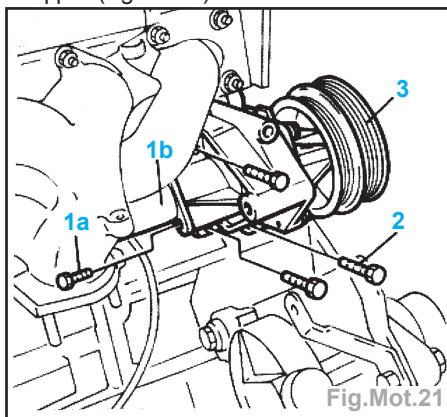

Fig.Mot.21
- Desserrer la vis (3) de fixation de l'alternateur (4) et le basculer.
- Dévisser les vis (1a) de la durit de remplissage (1b), les vis (2) et déposer la pompe (3) et le support (Fig.Mot.21).